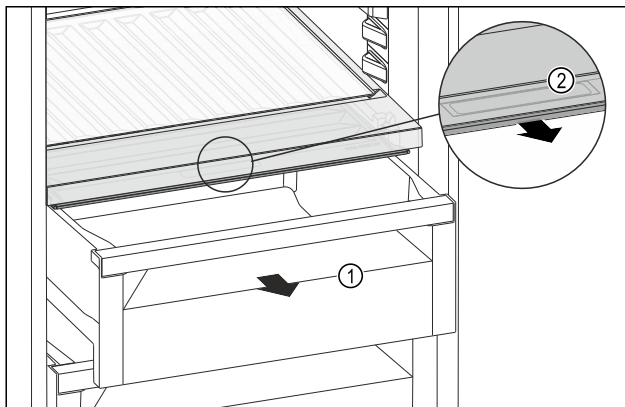

Fig. 163
- Estrarre il cassetto Fig. 163 (1).
- Afferrare la maniglia incassata Fig. 163 (2) sul coperchio dello scomparto e tirare allo stesso tempo in avanti il coperchio dello scomparto.